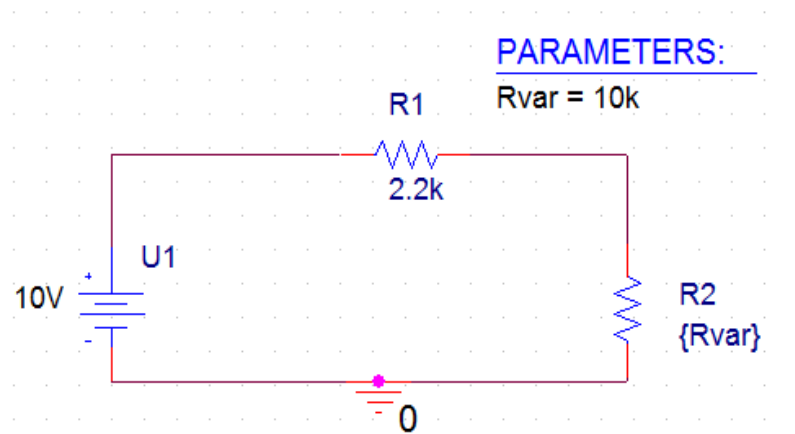

Рисунок 6.44 – Схема, для якої повністю проведена процедура реєстрації $R2$ як змінного параметра
54. Закрийте вікно атрибутів. Тепер на вашому кресленні встановлений символ *PARAMETERS* з вказівкою зареєстрованого параметра (рис. 6.44).